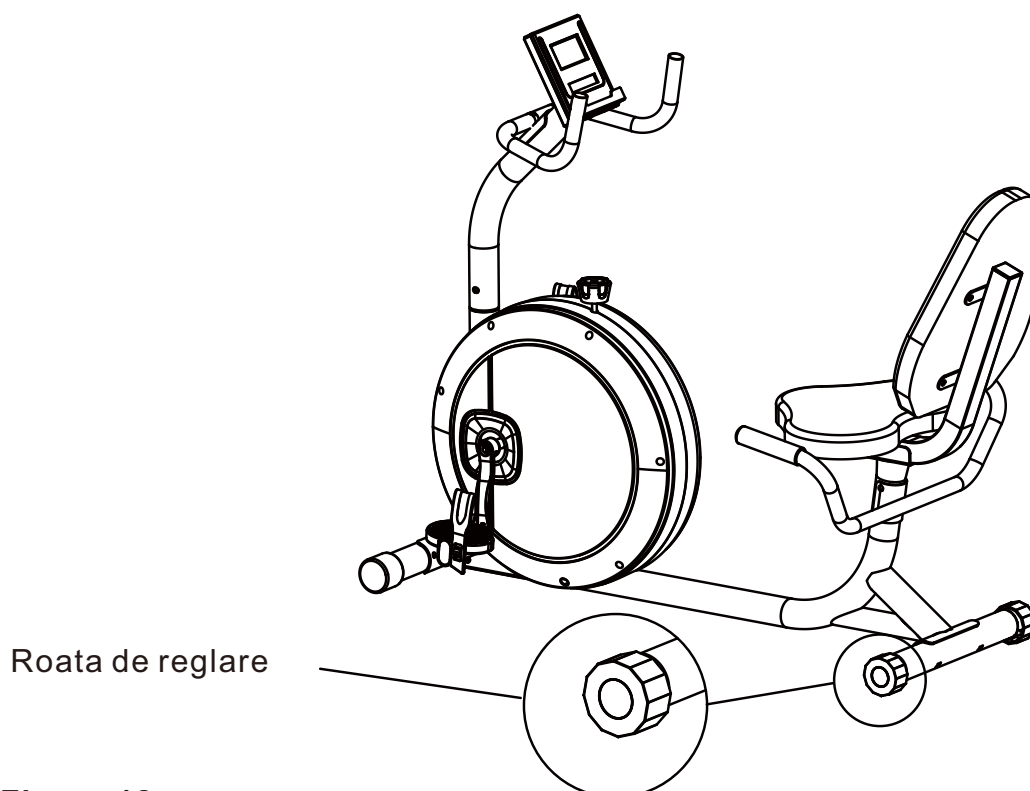

Figura 12
12. Când vehiculul nu este stabil după asamblare, puteți roti roțile cu mâinile pentru o mică ajustare. Așa cum se arată în Figura 12.